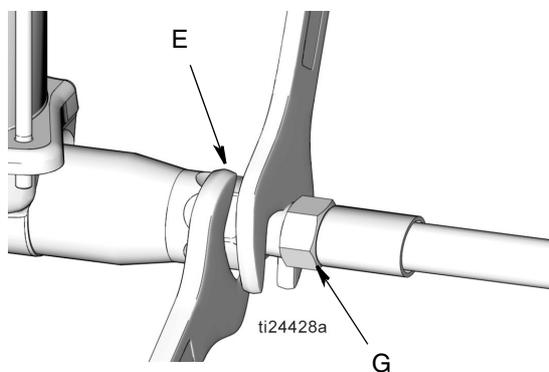

FIG. 7
1. Cierre la **válvula de aire principal de tipo purga (F)** (requerida en su sistema).
2. Cierre la **válvula de cierre (V)** en el **sistema/bomba de suministro de entrada de aceite (DD)**.
3. **Alivie la presión** del sistema utilizando dos llaves que funcionen en direcciones opuestas en la **salida de la bomba (E)** y en el **accesorio de la línea de lubricación (G)** para **aflojar lentamente** el accesorio hasta que esté suelto y no salga más lubricante o aire por él (FIG. 7).